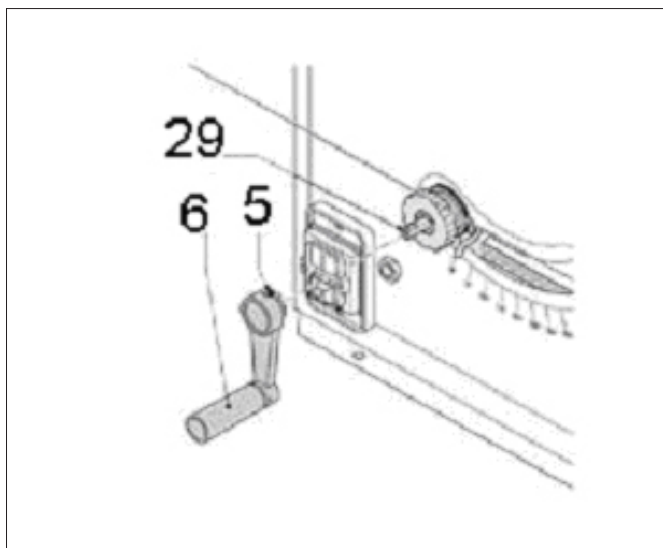

Abbildung 7
Bringen sie den Handgriff zu Einstellung Schnitttiefe (6) an der Achse (29) an, und schrauben Sie den Feststellknopf wie in Abbildung 7 gezeigt fest.